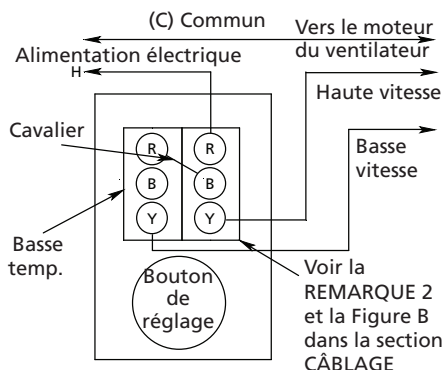
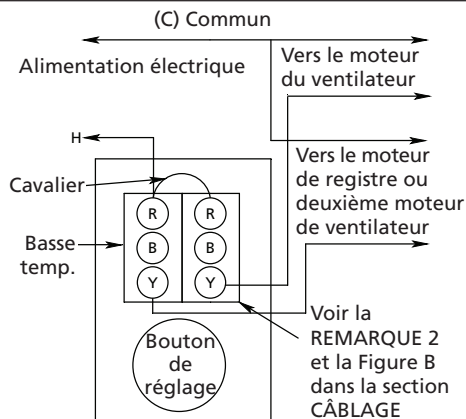

Figure 4 – Thermostats SPDT à deux étages de commande d'un ventilateur à deux vitesses
Figure 5 – Thermostats SPDT/SPDT à deux étages contrôlant un ventilateur à vitesse unique et un moteur de registre à augmentation de volume
La Figure 4 indique le câblage de commande d'un ventilateur à deux vitesses. Lorsque l'élément de commande atteint la température sélectionnée par le bouton de réglage, le contacteur de basse température démarre le ventilateur à basse vitesse. Si la température ambiante continue d'augmenter, le contacteur de haute température alimente l'enroulement du moteur haute vitesse.
La Figure 5 indique un raccordement SPDT/SPDT (commutateur unipolaire bidirectionnel) typique pour une application de ventilateur à deux vitesses. Le moteur de registre sera activé lorsque la température atteint la température sélectionnée par le bouton de réglage. Si la température continue d'augmenter, le moteur du ventilateur sera activé par le contacteur haute température.
3. Thermostat à commutateur SPDT/SPDT à deux étages : Si la connexion ressemble à celle de la Figure 4, le ventilateur doit démarrer vers la température ambiante et passer à la haute vitesse lorsque le bouton est tourné dans le sens antihoraire à un réglage de température inférieure. Si le câblage ressemble à celui de la Figure 5, le registre doit s'ouvrir alors que le bouton est tourné dans le sens antihoraire (à un réglage de température inférieure). Les dispositifs doivent s'activer dans la séquence inverse lorsque le bouton est tourné dans le sens horaire.